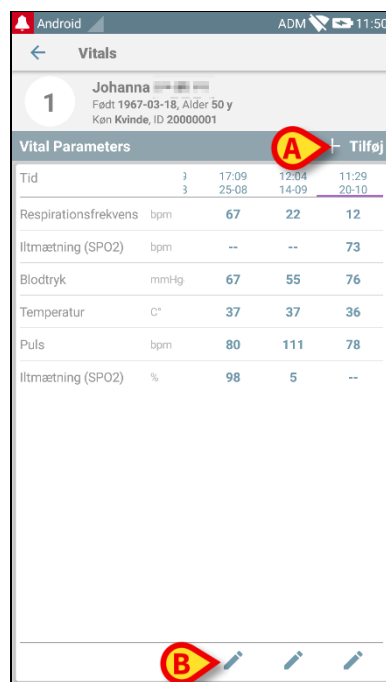

Fig. 70
“Lås” ikonet i Fig. 63 **B** betyder, at den pågældende score ikke kan redigeres. I modsat fald vises et “pen” ikon (se eksempelvis Fig. 70).
Det nye værdisæt vises i en specifik oversigtsskærm. Også i dette tilfælde varierer indholdet af skærmen til dataindtastning afhængigt af den indlæste type af datasæt. Se et eksempel i Fig. 70.
- Berør **Tilføj** på denne skærm for at tilføje et andet datasæt (Fig. 70 **A**).
- Benyt “pen” ikonet for at redigere data i et eksisterende datasæt (Fig. 70 **B**).